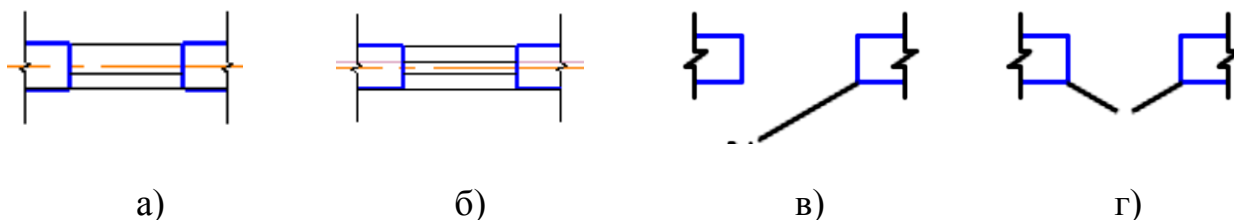

Рисунок 16 – Изображение на чертежах **АС** и **ТХ** оконных и дверных проемов
Условные изображения оконных и дверных проемов – см. рисунок 16:
- оконный проем с одинарным остеклением (рисунок 16,а),
- оконный проем с двойным остеклением - (рисунок 16,б).
Дверь однопольная (рисунок 16,в) и дверь двупольная - (рисунок 16,г)